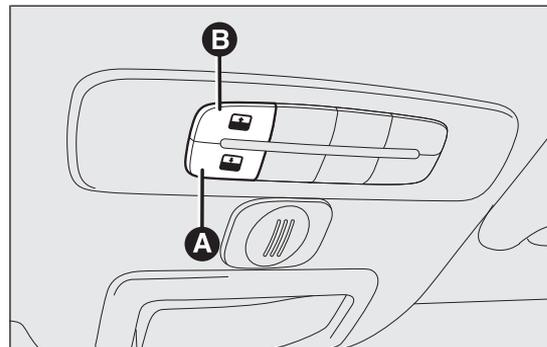

fig. 63
Pour le fonctionnement du toit ouvrant, tourner la clé de contact sur MAR. Les commandes A et B fig. 63 se trouvent à proximité du plafonnier avant et commandent respectivement la fermeture/ouverture du toit ouvrant.
Appuyer sur le bouton B fig. 63 et le maintenir enfoncé : le toit se mettra en position « spoiler ». Pour ouvrir complètement le toit, appuyer de nouveau sur le bouton B et le maintenir enfoncé : dans tous les cas, le toit s'arrête dans la position atteinte au moment où l'on relâche le bouton.
Appuyer sur le bouton A fig. 63 et le maintenir enfoncé : le toit se mettra en position « spoiler ». Dans tous les cas, le toit s'arrête dans la position atteinte au moment où l'on relâche le bouton. Appuyer de nouveau sur le bouton A et le maintenir enfoncé jusqu'à la fermeture complète du toit.
- appuyer sur le bouton A fig. 63 et le maintenir enfoncé pour que le toit se ferme complètement (par saccades)